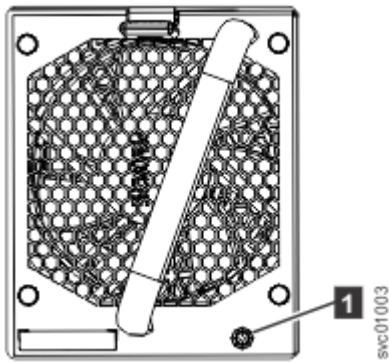

Figure 120. Voyant du module de ventilation
1. Identifiez le module de ventilation à remplacer. Lorsqu'il est allumé, le voyant orange à l'avant du module de ventilation (1 dans la Figure 120, à la page 108) identifie un défaut.